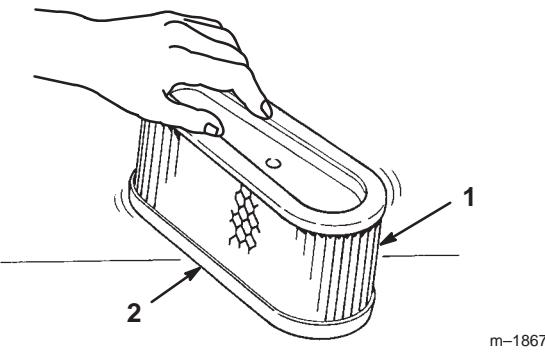

Bild 22
- Klopfen Sie den Einsatz leicht auf eine flache Unterlage, um Staub und Schmutz zu beseitigen (Bild 22).